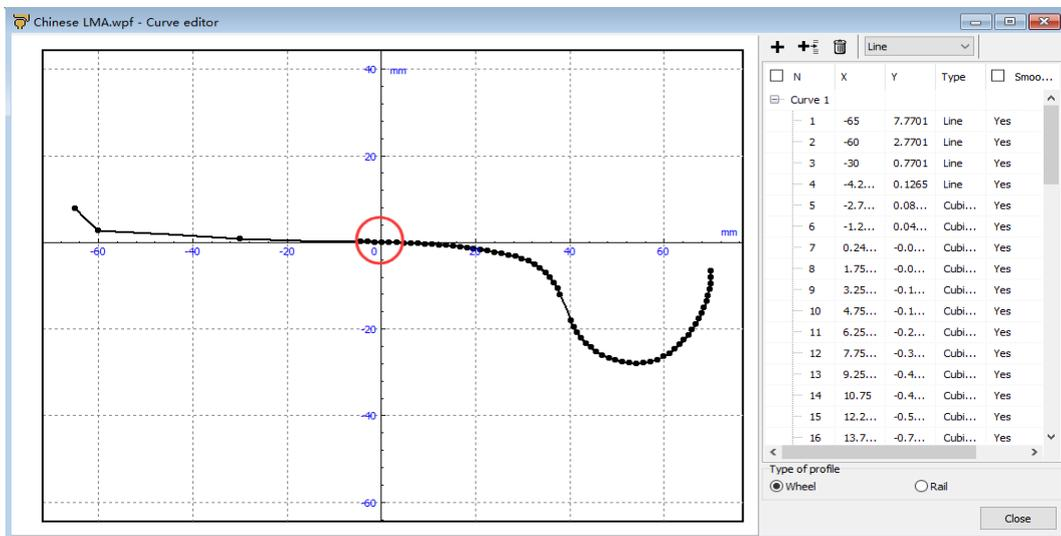
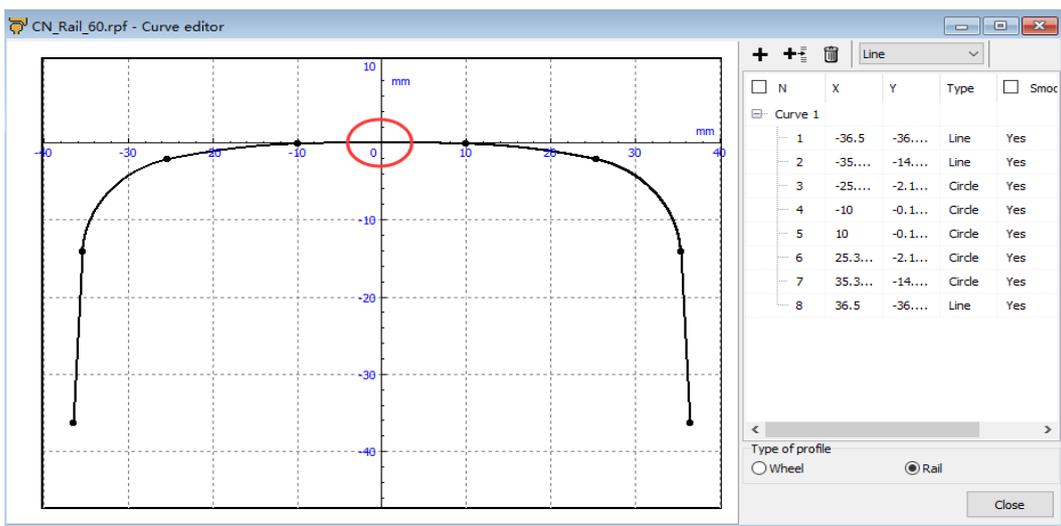

图 037-3
图 037-4
3、在图 037-3 和图 037-4 中，分别标记出了轮轨型面局部坐标系的原点，车轮型面原点一般位于名义滚动圆处，钢轨型面原点一般位于轨顶。